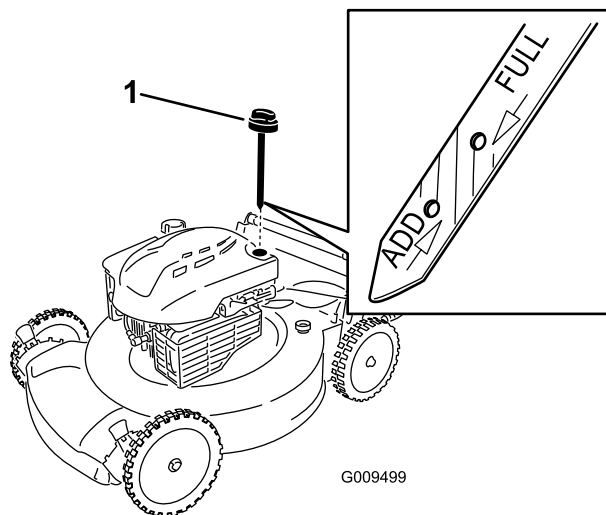

Figura 11
2. Retire a vareta do óleo (Figura 11).
5. Retire a vareta e verifique o nível de óleo na vareta (consulte Figura 11).